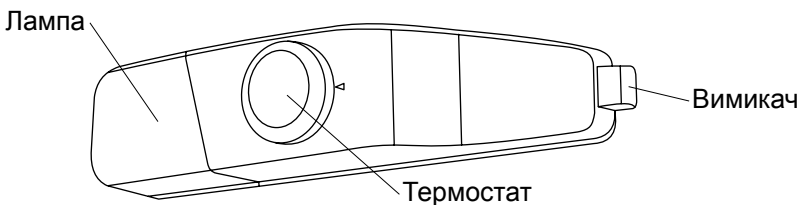

Рис. 2
6.6. Регулювання температури в холодильній камері здійснюється обертанням ручки термостата. Встановлення температури здійснюється шляхом повороту ручки за годинниковою стрілкою від крайнього лівого положення до крайнього правого положення. Температура яка задана термостатом підтримується автоматично в обох камерах (Рис. 2).